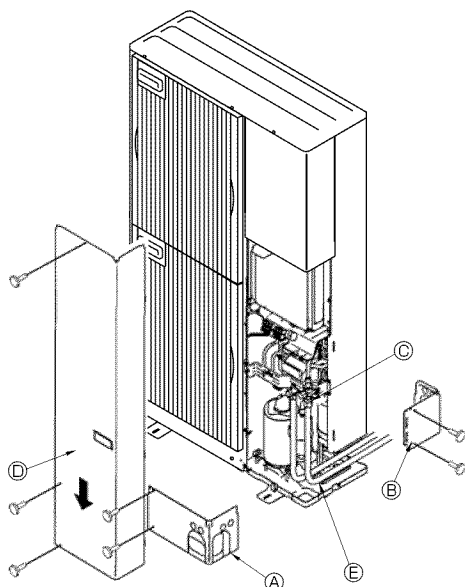

Fig. 4-3
- ② Caliente el tubo de líquido y el tubo de gas y aplique una fina capa de aceite de refrigeración (aplicado directamente).
4.3. Tubos de refrigerante (Fig. 4-3)